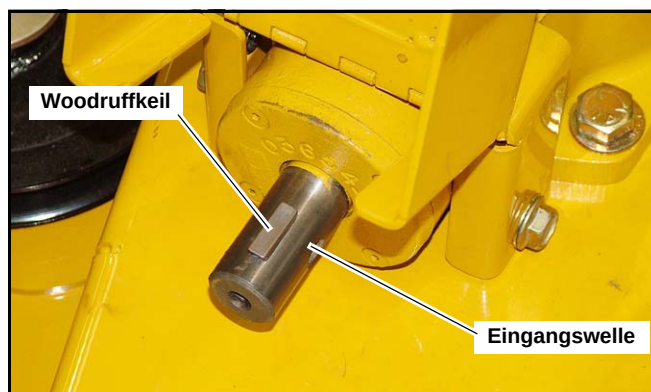
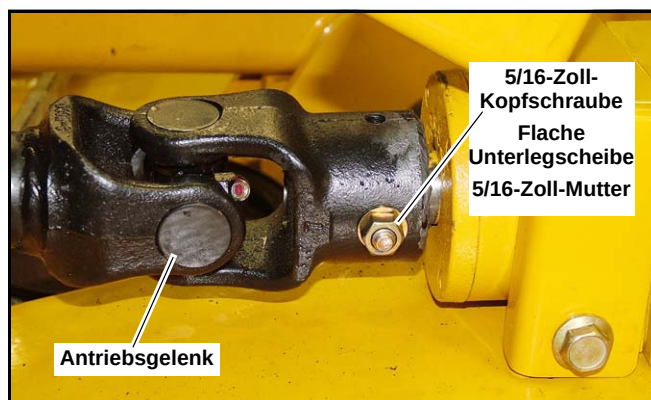

Abb. 3-7
Abb. 3-8
- Führen Sie den Woodruffkeil in die Keilnut der Getriebeantriebswelle ein. Richten Sie den Woodruffkeil an der Keilnut des Antriebsgelenks der Zapfwelle aus. Fetten Sie die Getriebeantriebswelle mit Gleitmittel ein. Schieben Sie das Antriebsgelenk auf die Getriebeantriebswelle. Befestigen Sie die Verbindung zwischen Zapfwelle und Getriebewelle mit einer 5/16-Zoll-Kopfschraube, einer Unterlegscheibe und der beigefügten 5/16-Zoll-Mutter. Abb. 3-7 und Abb. 3-8
3. Führen Sie den Woodruffkeil in die Keilnut der Getriebeantriebswelle ein. Richten Sie den Woodruffkeil an der Keilnut des Antriebsgelenks der Zapfwelle aus. Fetten Sie die Getriebeantriebswelle mit Gleitmittel ein. Schieben Sie das Antriebsgelenk auf die Getriebeantriebswelle. Befestigen Sie die Verbindung zwischen Zapfwelle und Getriebewelle mit einer 5/16-Zoll-Kopfschraube, einer Unterlegscheibe und der beigefügten 5/16-Zoll-Mutter. Abb. 3-7 und Abb. 3-8